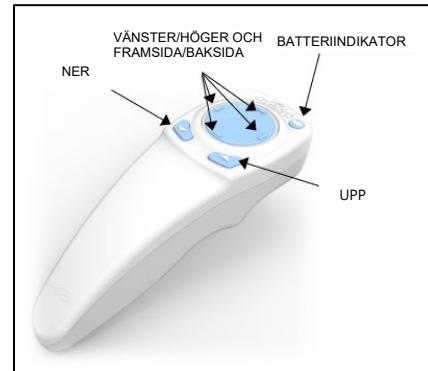

Bild 3-24. Fjärrkontrollens funktioner
- **OBS!** För korrekt inpassning vid användning av fjärrkontrollen bör Avedros logotyp på KXL-huvudet vara vänd mot användaren. Bild 3-24 visar fjärrkontrollens funktioner som ska användas under inpassningsprocessen.